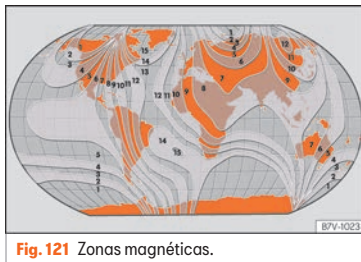

Fig. 121 Zonas magnéticas.
- Seleccionar la zona magnética correspondiente a la situación del vehículo » **fig. 121**.